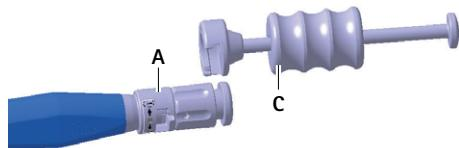

Fig. 5 Montaje del percutor en el instrumento de inserción
- Monte el percutor C en el instrumento de inserción A, ver Fig. 5.
- Monte el percutor B en el instrumento de inserción A, ver Fig. 5.